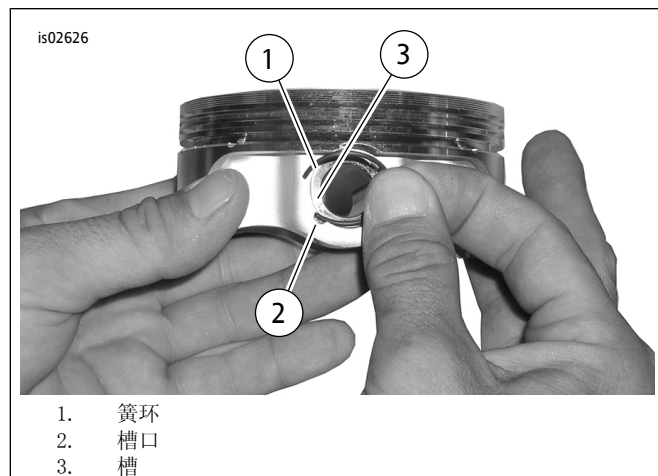

图3。簧环与活塞
1. 参见图3。将簧环(1)的开口端插入活塞销凸台周围槽(2)的槽口(3),并使其间隙在安装后位于垂直向上或垂直向下位置。